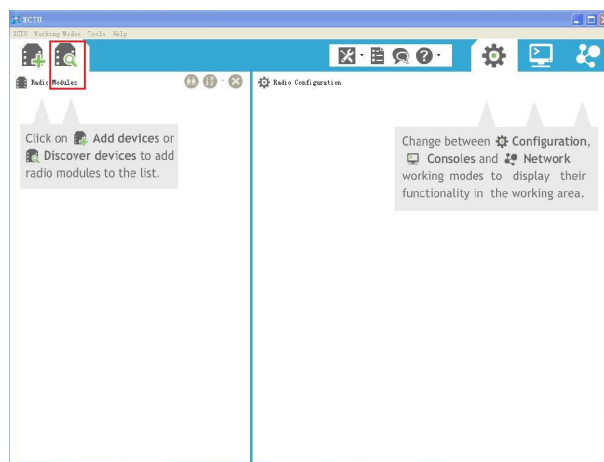
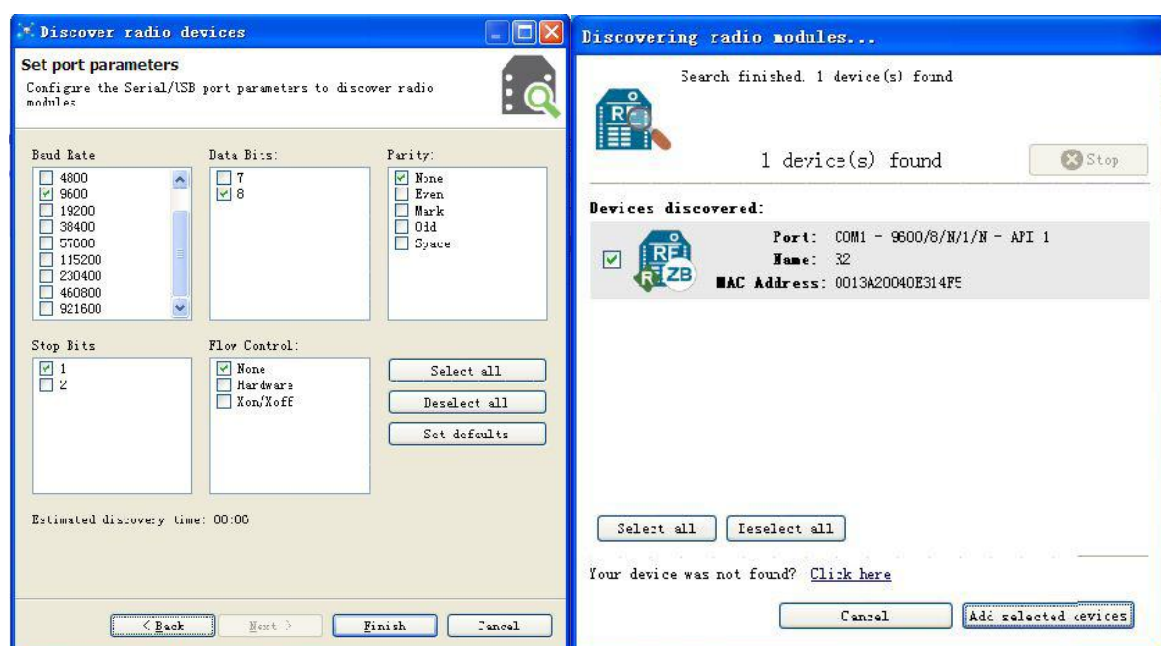

图 4 软件界面
图 5 通信参数设置
- ② 在“XCTU”软件界面，如图4所示，打开“Modules”图标，选择使用的通信口并勾选，单击【Next】设置通信参数，如图5左图所示，单击【Finish】后，勾选后单击【Add selected devices】，如图5右图所示，添加ZigBee模块。